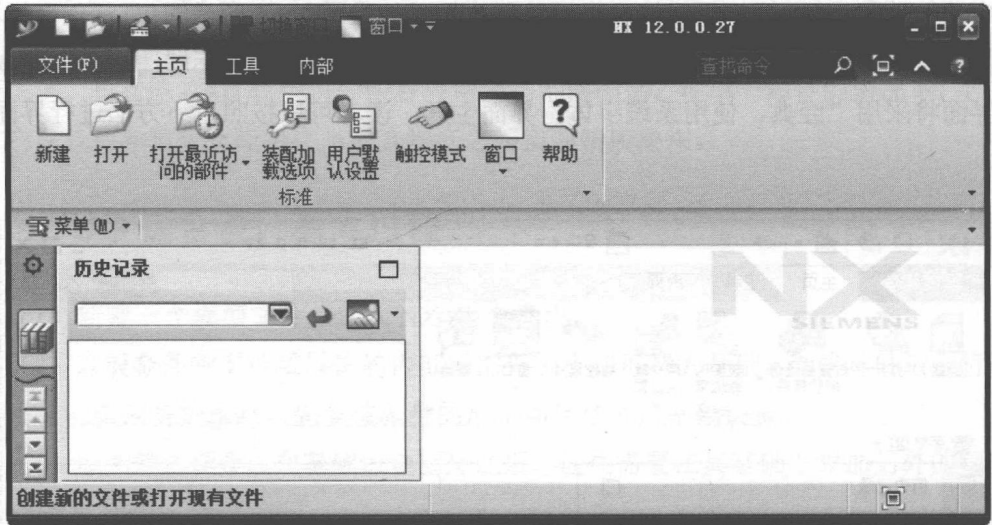

图 2.1.3 “经典，使用系统字体”界面主题
Step4. 在“用户界面首选项”对话框中单击 **确定** 按钮，完成界面设置，如图 2.1.3 所示。